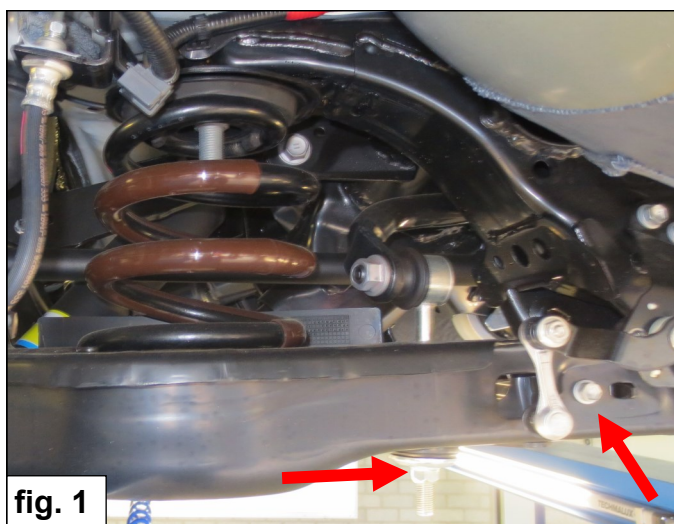

fig. 1
2. Maak de bevestigingen van de stabilisatorstang aan de draagarmen los en wanneer aanwezig de sensorbeugel op de linker draagarm. Zie fig. 1.